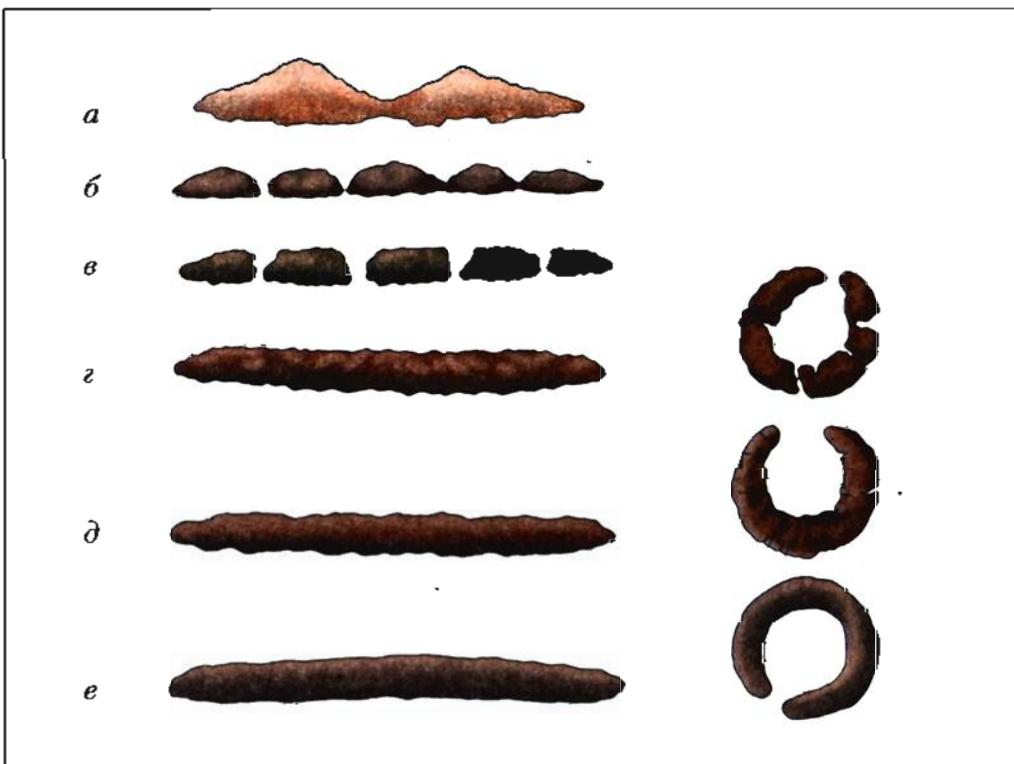

Рис. 8. Механический состав почвы: *a* – песок; *б* – супесь; *в* – легкий суглинок; *г* – средний суглинок; *д* – тяжелый суглинок; *е* – глина
Минеральная часть почвы включает в основном песок и глину. В зависимости от содержания механических частиц – песка и глины – почвы делят на *глинистые, суглинистые, песчаные и супесчаные* (рис. 8). В агрономическом отношении лучшими являются суглинистые и супесчаные почвы. Суглинистые почвы
6. Определите механический состав почвы (см. рис. 8):